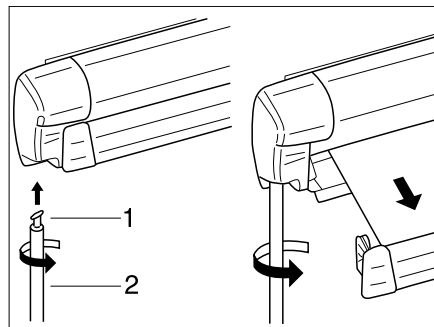

Fig. 40 Store extérieur
- Accrocher le crochet (Fig. 40,1) de la manivelle (Fig. 40,2) dans l'œillet du mécanisme et tourner de 90°.